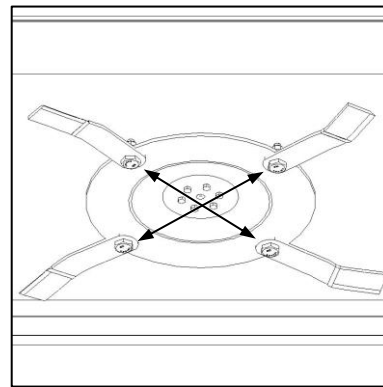

Fig. 7
- ✔ Weigh blades before installation. Blades of nearest equivalent masses should be installed in opposing positions on the same cutting gear assembly to maintain balance (Fig. 7).
- ✔ Weeg lemme voor installering. Lemme met die mees eenderse massas moet teenoor mekaar op dieselfde snyemeganismemontering aangebring word om balans te handhaaf (Fig. 7).